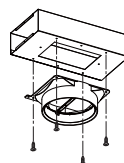

Bild. 14
- Fixera utloppet på T-sharpen, se Bild 14.